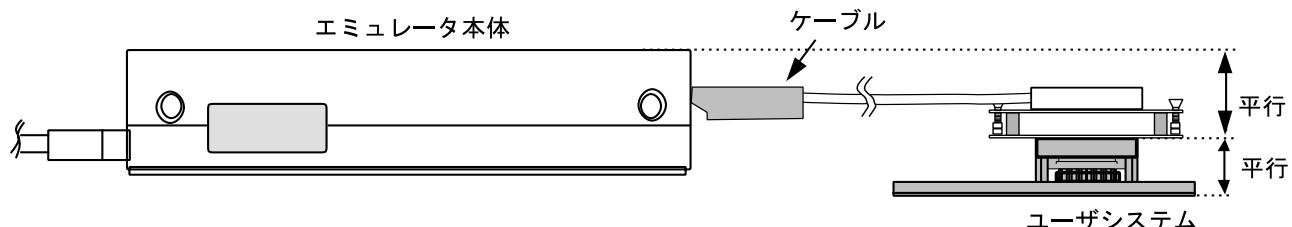

図10 設置例
- (1) ユーザシステムへの接続時には1ピン位置に十分注意して、誤接続は絶対にしないでください。
- (2) 本ユーザシステムインターフェースケーブルを使用する場合の推奨マウントパッド寸法は、MCU実装用マウントパッド寸法とは異なりますので注意してください。
- (3) 本ユーザシステムインターフェースケーブルは、HS2678REPI61Hエミュレータ専用ですので、他のエミュレータ本体には使用しないでください。
- (4) ケーブル本体部が断線する可能性がありますので、本ユーザシステムインターフェースケーブルの上に重いものや金属等の角の尖ったものを置かないでください。
- (5) ユーザシステムに接続した状態では、ユーザシステムインターフェースケーブル、特にケーブル先端部に無理な力が加わらないように注意する必要があります。図10の設置例を参照してご使用ください。